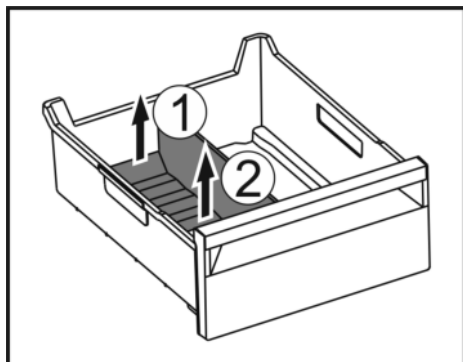

Fig. 164
- Hinteren Teil des Eisfach-Trenners anheben. Fig. 164 (1)
- Eisfach-Trenner nach oben entnehmen. Fig. 164 (2)